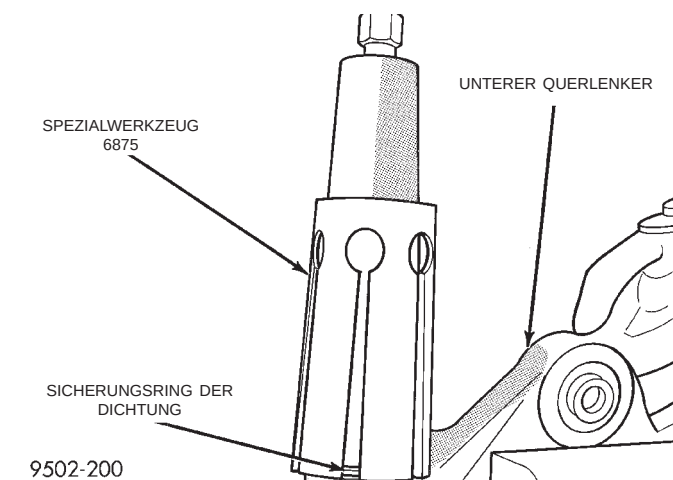
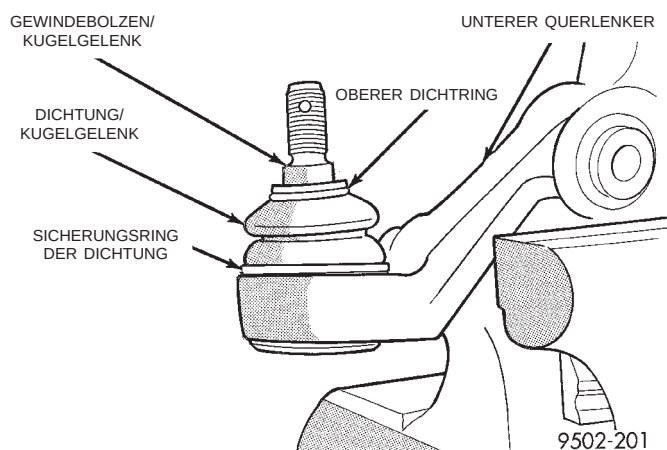

Abb. 111 Sicherungsring in der Nut der Dichtung eingebaut
Abb. 112 Dichtung des Kugelgelenks korrekt eingebaut
(7) Den Sicherungsring so weit über den Konus des Spezialwerkzeugs 6875 nach unten schieben, bis er in der Nut der Dichtung sitzt (Abb. 111).
(8) Spezialwerkzeug 6875 von der Dichtung abbauen. **Beim Abbau des Werkzeugs darf die Dichtung auf keinen Fall beschädigt werden.**
(9) Prüfen, ob die Dichtung richtig in der Nut sitzt, und sicherstellen, daß sie nicht verdreht ist (Abb. 112). Außerdem sicherstellen, daß der obere Dichtring richtig auf der Dichtung sitzt (Abb. 112). Vor dem Einbau des Querlenkers die Dichtung noch einmal auf Beschädigungen untersuchen.
(10) Querlenker in Fahrzeug einbauen. Dazu die entsprechende Anleitung in diesem Kapitel befolgen.